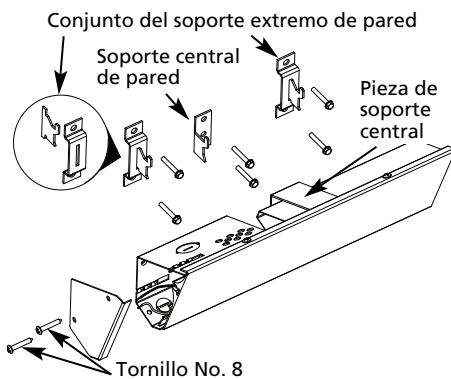

Figura 3
Soporte Central de Pared. Marque estas posiciones en la pared seleccionada. Localice el poste o madero más cercano a la marca del Soporte Central de Pared. Use esta posición para montar el soporte. Ensamble los Soportes Extremos de Pared de acuerdo con el detalle mostrado en la Figura 3.
- Instale las tapas extremas (suministradas en las bolsas de partes) como se muestra en la Figura 3.